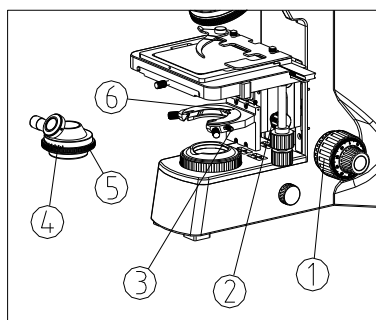

图 11
- (1) 转动粗动手轮①，使载物台升到最高。(如图 11)
- (2) 转动聚光镜升降调节手轮②，使聚光镜托架降到最低。
- (3) 完全松开聚光镜固定螺钉③。
- (4) 把聚光镜④的前透镜摇出，刻度朝前，并将聚光镜后面的定位螺钉⑤与聚光镜座上的狭槽⑥对齐，将聚光镜④推入聚光镜座的最里边。
- (5) 拧紧聚光镜固定螺钉③，然后用聚光镜升降调节手轮②将聚光镜④升到最高位置。